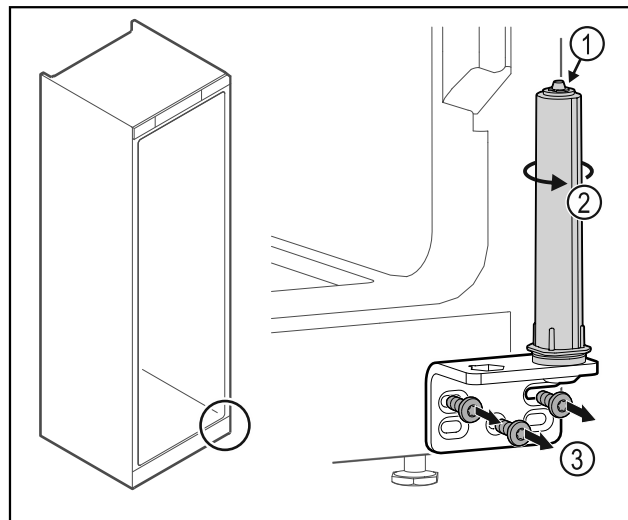

Fig. 51
- ▶ Не разглобявайте затварящата система на вратата Fig. 51 (1).
- ▶ Въртете затварящата система Fig. 51 (2), докато тя щракне.
- ▶ Развийте ъгъла на пантата Fig. 51 (3).